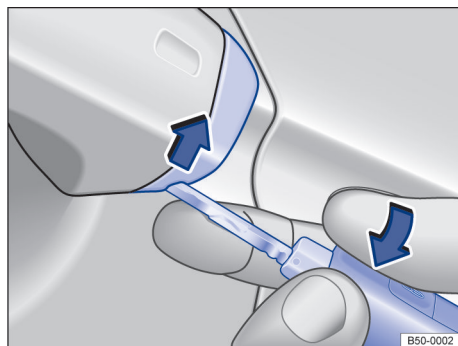

Fig. 69 Maçaneta da porta do condutor: alavancar a capa de cobertura para fora.
- Levantar a capa da cobertura com a chave do veículo no sentido da seta → Fig. 69.